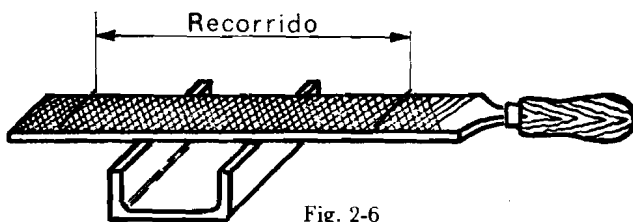

Fig. 2-6
2.4. Recorrido.—Utilizar aproximadamente $2/3$ de la longitud comercial de la lima, para lo cual conviene pintar dos marcas de tiza en la misma. (fig. 2.6).